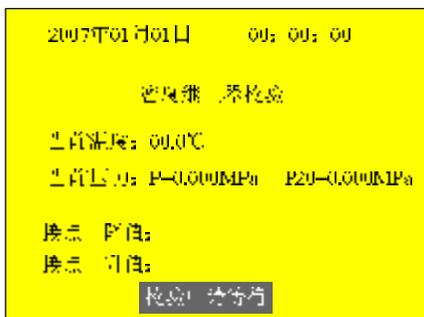

图 9
(1) 接点一上升值和下降值校验，仪器进入自动校验，校验结束后界面底行的‘校中请等待’变为‘校验 OK 按确认键保存记录’。按‘+1’键打印。按‘-1’键重新校验。按‘上升’‘下降’键测量接点的升压值和降压值。按退出键返回到功能选择界面，如图 9。